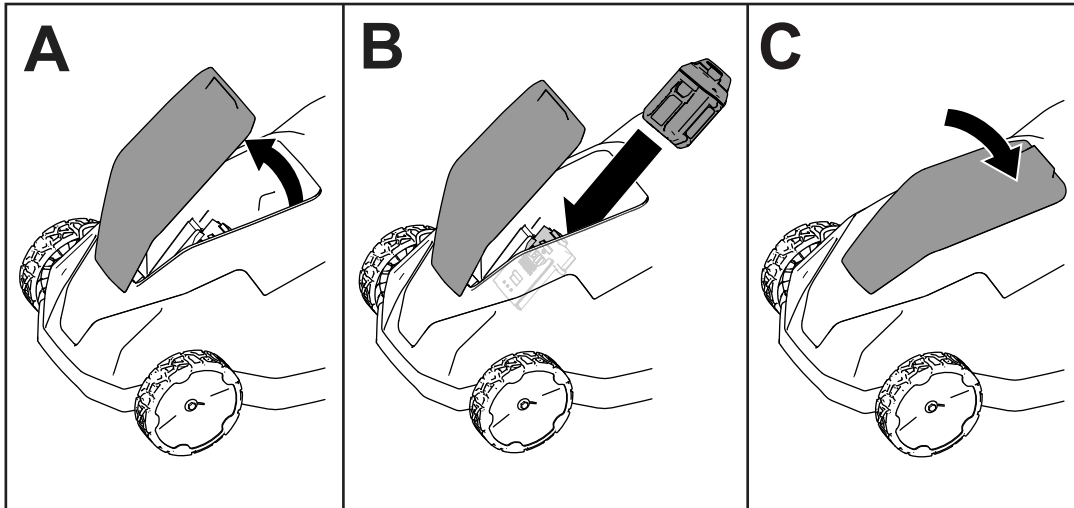

Figura 6
2. Levante la tapa del compartimento de la batería (Figura 6, A).
3. Alinee el hueco de la batería con la lengüeta de la máquina, e introduzca la batería en el compartimento hasta que se enganche en su sitio (Figura 6, B).
4. Cierre la tapa del compartimento de la batería (Figura 6, C).